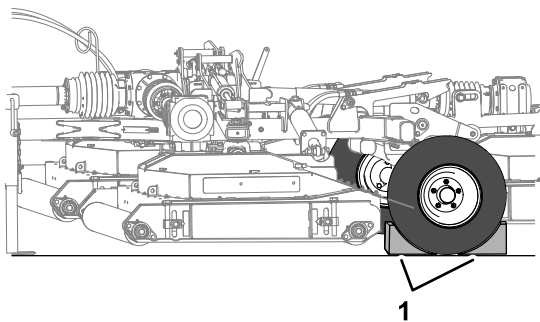

Figura 24
- Calce ambos os pneus do cortador (Figura 24).